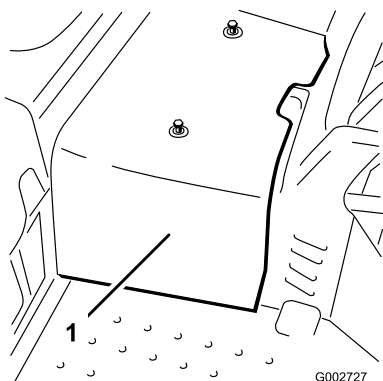

Bild 39
2. Lösen Sie die zwei Schrauben, mit denen die mittlere Haube an der Maschine befestigt ist, und nehmen Sie die Haube ab (Bild 39).